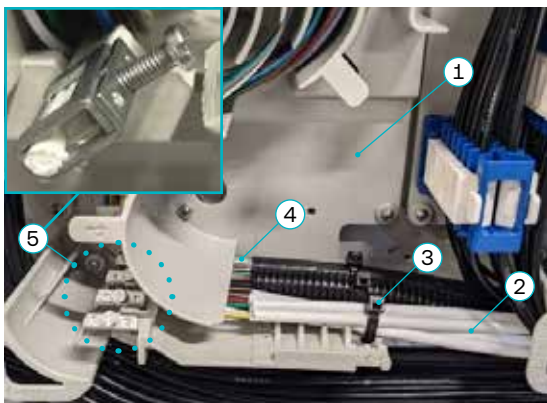

Abb. 26
- > Kabel (3) auf die Tür max. $\varnothing$ 10.
- > Bündeladern in Wellschlauch (2) max. $\varnothing$ 13,5 auf die Tür.
- > Bündeladern in Schutzschläuchen 6x $\varnothing$ 4 (1) auf die Tür.
- > **Beachten:** Kabel die aktuell nicht benötigt werden auf die Überlängeablage ablegen. Befestigung an der Kabelsortierung auf der Tür siehe Abb. 26.
- > Zentralelement (3) auf 70 mm absetzen.
- > **Beachten:** Alternative Zugabfangung auf der Türseite, siehe Abb. 26.
- > Bündeladern (4) je nach Vorgabe absetzen.
- Schutzschläuche (2) absetzen.